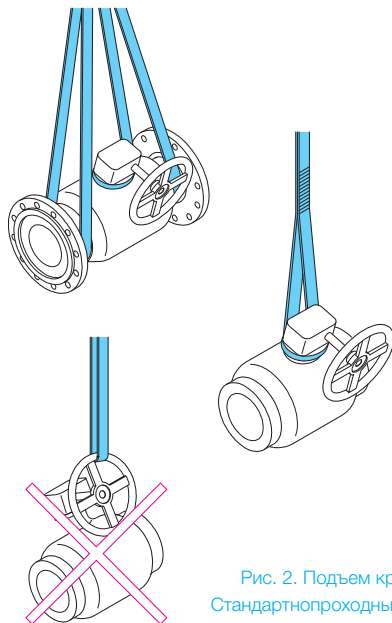

Рис. 2. Подъем крана.
При подъеме кранов большого размера используйте подъемные канаты. Не поднимайте кран за привод или шток (см. рис. 2 и 3).
- Используйте один из разрешенных способов подъема, показанных на рис. 2.